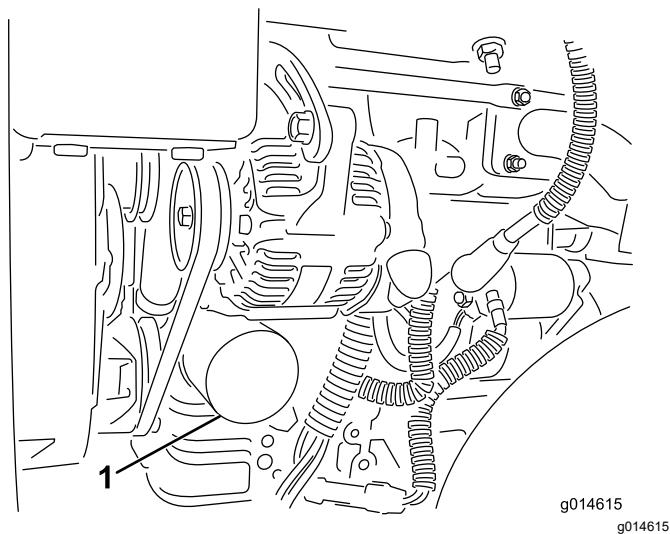

Bild 32
2. Entfernen Sie den Ölfilter (Bild 32). Ölen Sie die neue Dichtung am Ölfilter leicht mit frischem Öl ein.